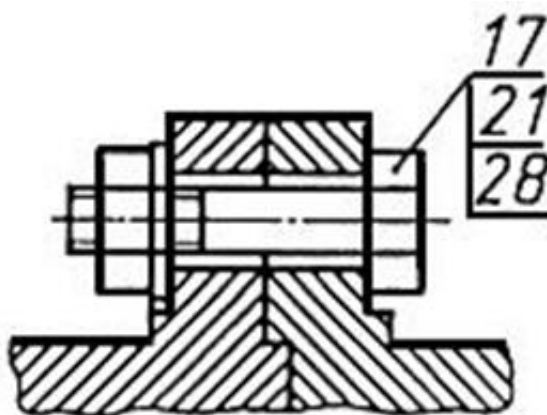

Рисунок 1
4. Допускается делать общую линию-выноску с вертикальным расположением номеров позиций для группы крепежных деталей, относящихся к одному и тому же месту крепления (рисунок 1).